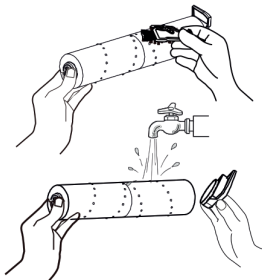

Fig. 38
- Retire a pega. Limpe e lave a escova rotativa com água limpa para remover quaisquer sujidades, cabelos, lascas, etc... (Fig. 38).